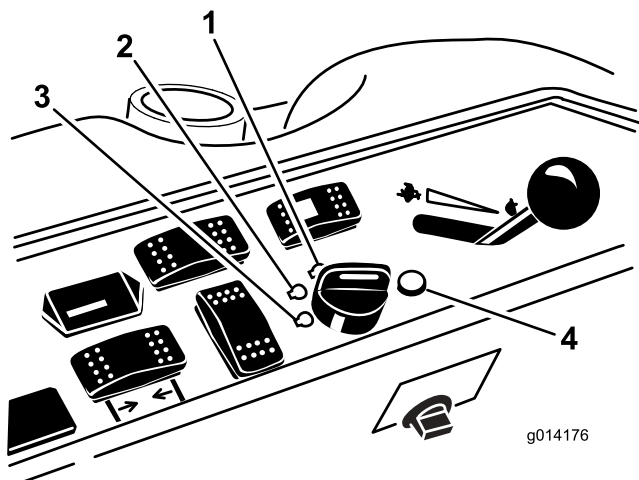

Figura 20
- Rode a chave da ignição no sentido dos ponteiros do relógio para a posição FUNCIONAMENTO (Figura 20).